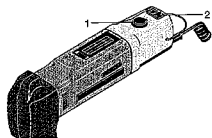

Fig. 3
1. Gerät am Schalter 2 (Fig. 3) einschalten und die der Arbeit entsprechende Drehzahl am Knopf 1 einstellen.
1. Switch on tool at switch 2 (Fig. 3) and set the appropriate speed for the work at knob 1.